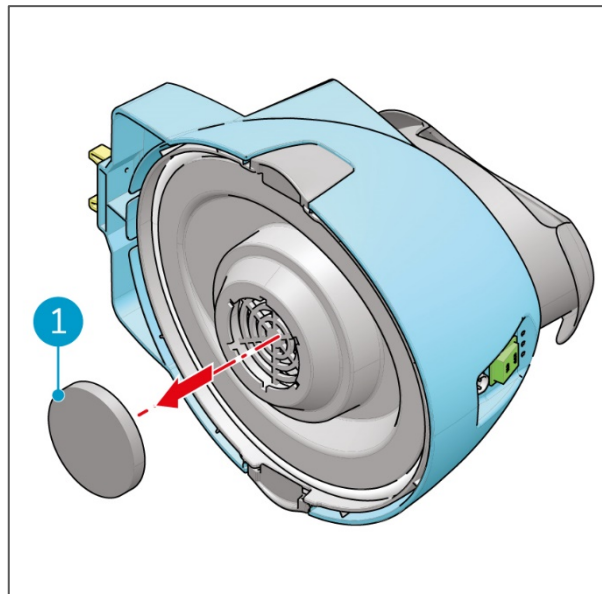

Abbildung 23
6. Entnehmen Sie den alten Motorfilter (Figure 23, Pos. 1).
7. Setzen Sie den neuen Motorfilter ein (Figure 23, Pos. 1).